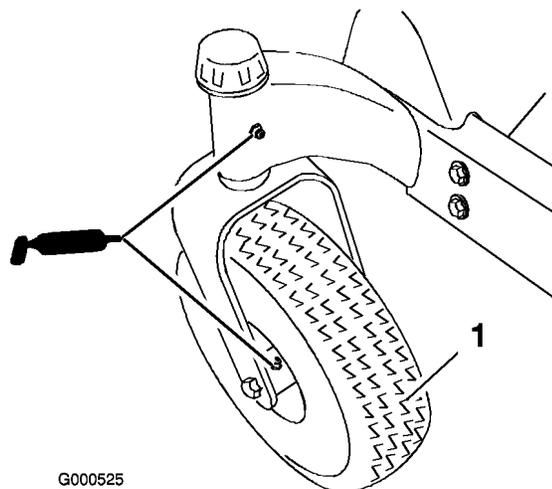
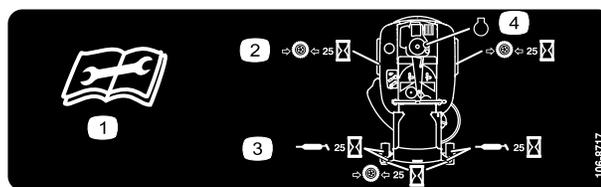

Figura 19
Figura 20
Ingrassate i perni delle ruote orientabili anteriori e le ruote (Figura 19).
3. Pulite i raccordi d'ingrassaggio (Figura 19 e Figura 20) con un cencio, e togliete eventuali tracce di vernice davanti ai raccordi.
4. Collegate un ingrassatore a pressione a ciascun ingrassatore (Figura 19 e Figura 20). Pompate del grasso nel raccordo finché non inizia a fuoriuscire dai cuscinetti.